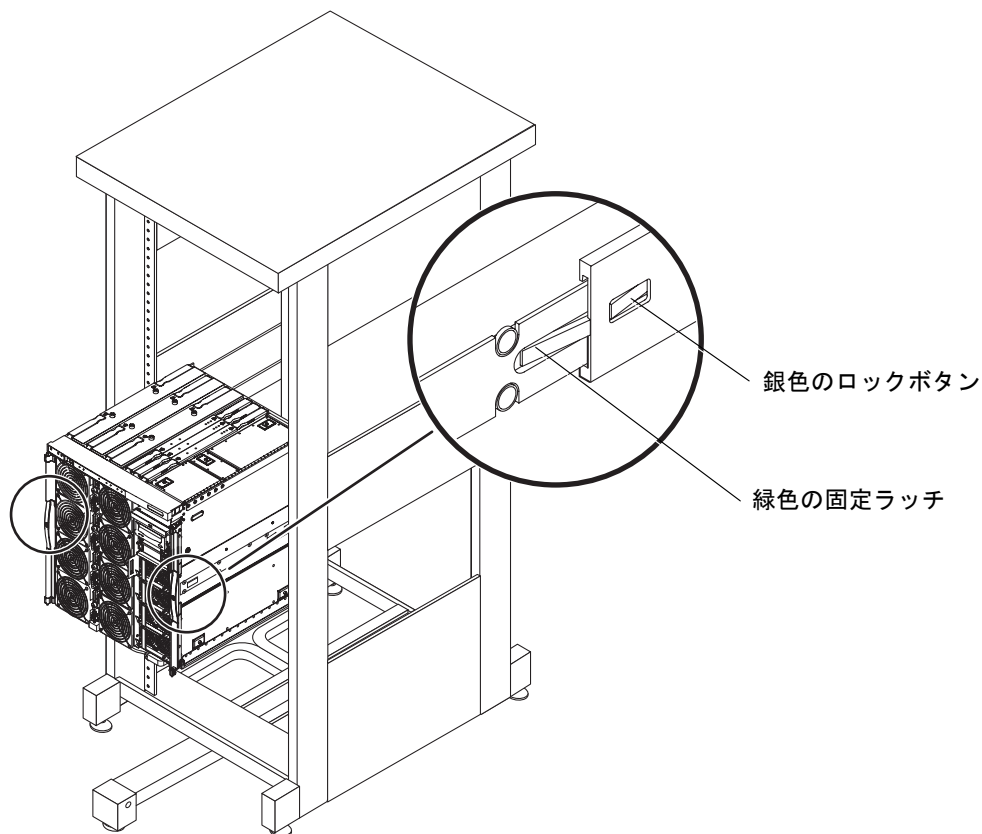
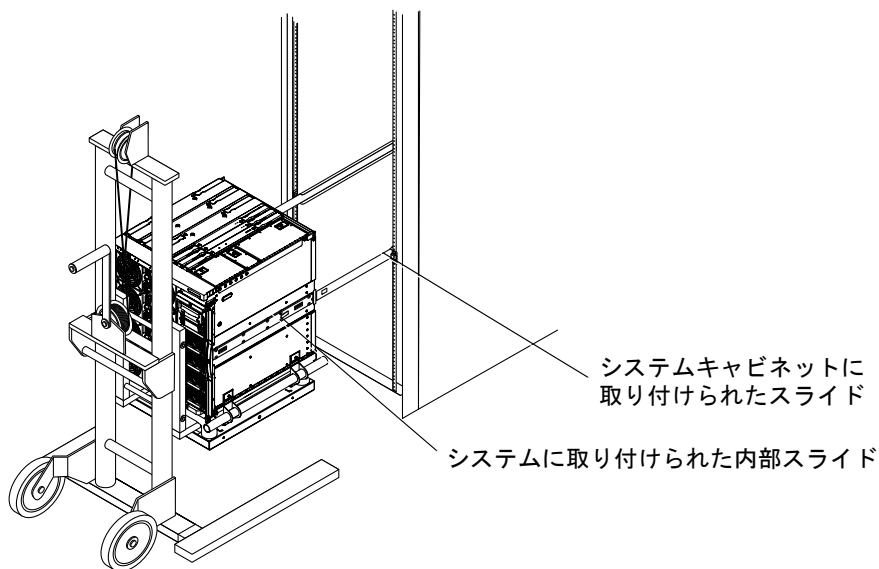

図 3-7 システムキャビネットからのシステムの引き出し
図 3-10 キャビネットスライドのシステムからの取り外し
6. 緑色の固定ラッチがカチッと音をたててかみ合い、スライドが完全に伸びた位置でロックされるまで、キャビネットからシステムを完全に引き出します (図 3-7)。
9. リフターでシステムの重量をしっかりと支えながら、左右のスライド部品の銀色のスライドロックボタン (図 3-7) を押します。キャビネットからシステムを引き出します。これによって、システムに取り付けられた内部スライドが、システムキャビネットに取り付けられたスライド部品から引き出されます (図 3-10)。
2. 新しいキャビネットにこのシステム用のスライドが付いていない場合は、古いキャビネットからスライドを取り外して、新しいキャビネットに取り付けます (図 3-10)。
9. 各スライドの緑色のラッチを押して、システムをキャビネットに押し込みます (図 3-7)。